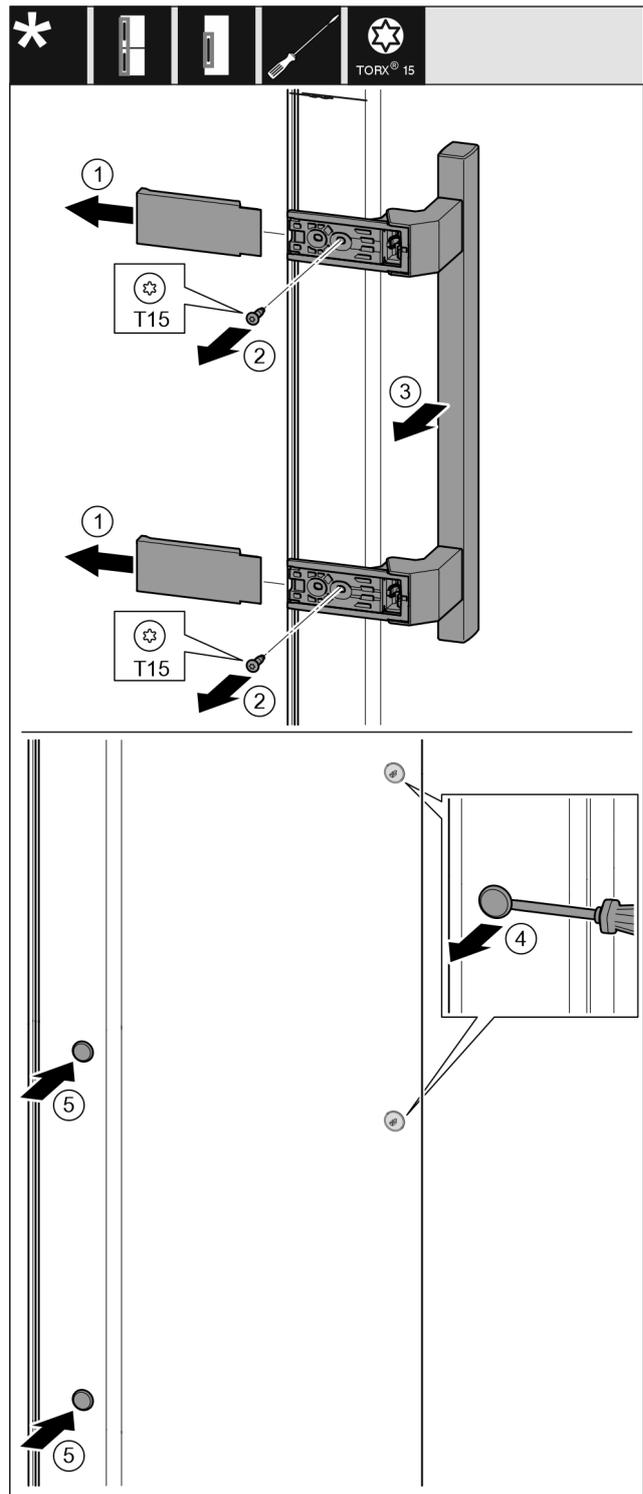

Fig. 18
- ▶ Skinite pokrov. Fig. 18 (1)
- ▶ Odvrnite vijke odvijačem Torx 15. Fig. 18 (2)
- ▶ Skinite ručku. Fig. 18 (3)
- ▶ Oprezno podignite i izvucite bočni čep s pomoću križnog odvijača. Fig. 18 (4)
- ▶ Ponovno umetnite čep na drugoj strani. Fig. 18 (5)